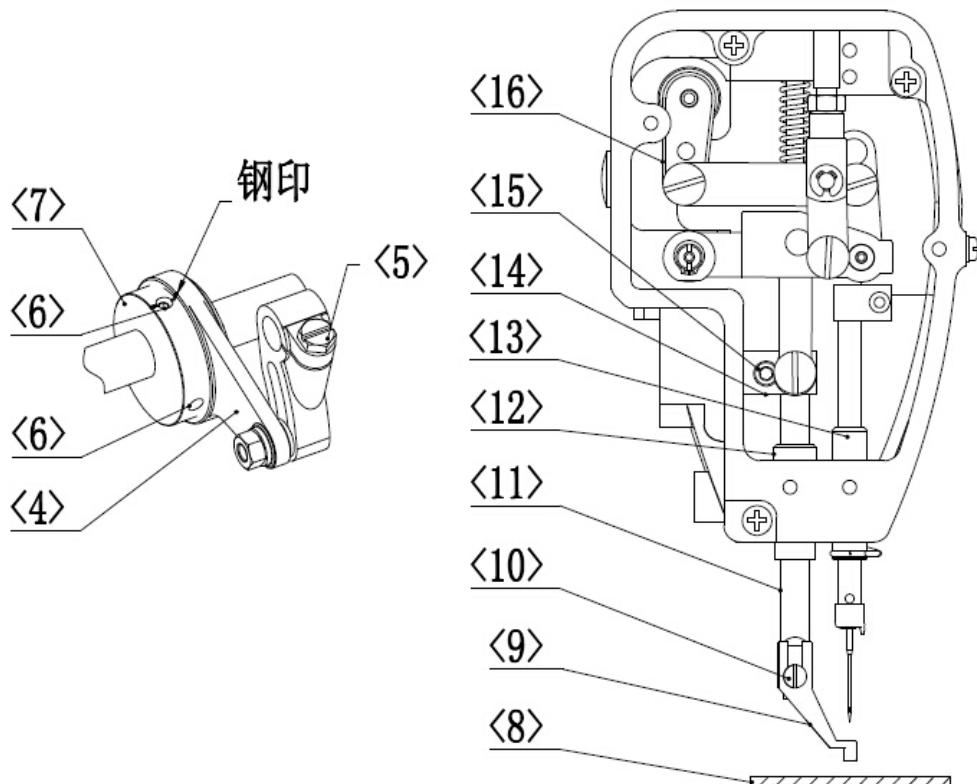

图 4-9 中压脚同步与高低调整
2)、中压脚同步调整，如图 4-9 所示。
3)、中压脚高低调整，如图 4-9 所示。